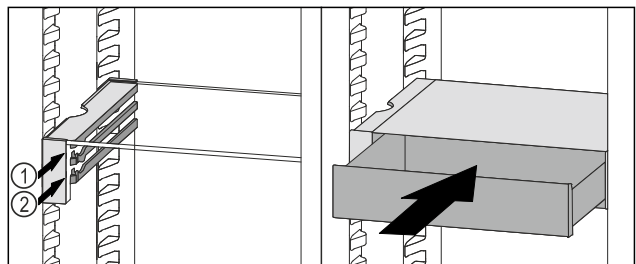

Fig. 105
- ▶ Поставете чекмеджето на VarioSafe зад ограничителите върху желаното ребро Fig. 105 (1) или Fig. 105 (2).